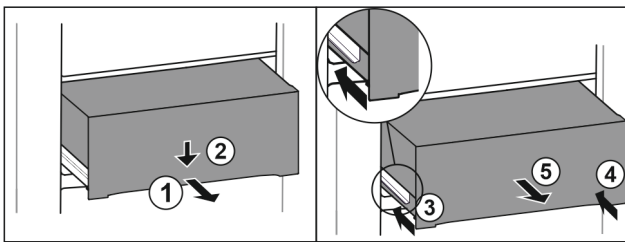

Fig. 90
- ▶ Lade er half uittrekken. Fig. 90 (1)
- ▶ Schuiflade aan de voorzijde omlaag drukken. Fig. 90 (2)
- ▶ Linker rail ca. 2 cm inschuiven. Fig. 90 (3)
- ▶ Rechter rail ca. 2 cm inschuiven. Fig. 90 (4)
- ▶ Lade naar voren toe verwijderen. Fig. 90 (5)